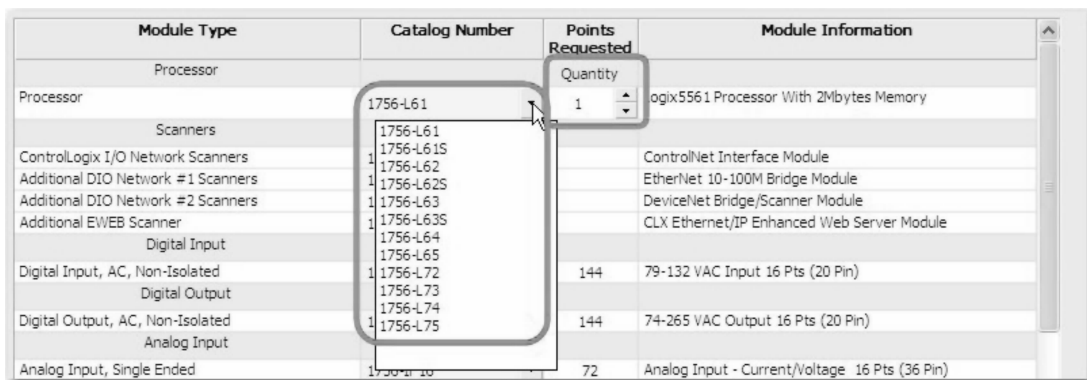

图 26-43 更改向导选择的处理器
- 1) 更改向导选择的处理器：可以更改所选的处理器以及处理器的数目，如图 26-43 所示。